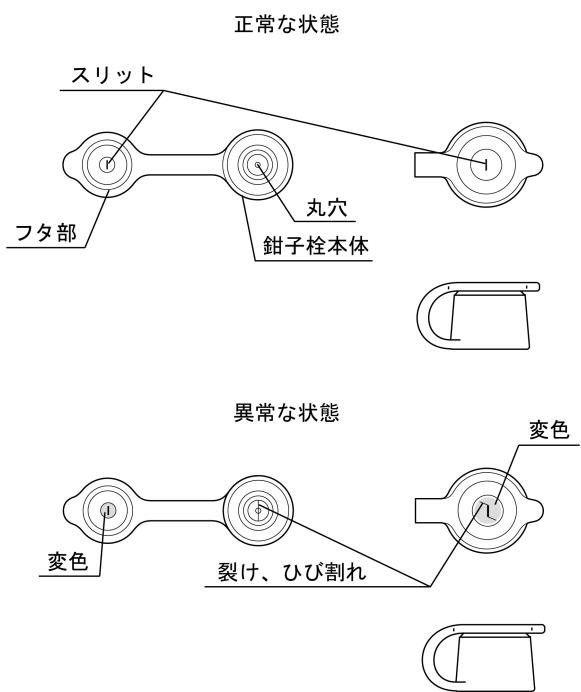

図2
- 10.鉗子栓のフタ部のスリットまたは鉗子栓本体の丸穴に裂け、ひび割れ、変形、変色などの異常がないことを目視で確認すること（図2参照）。